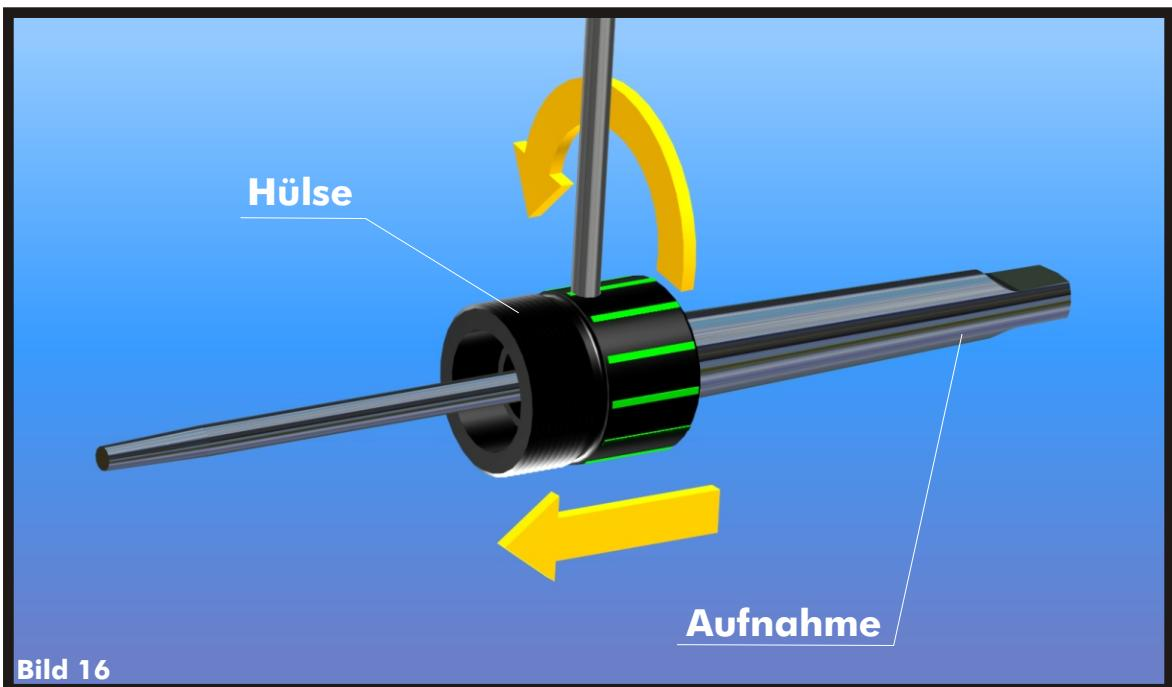

Bild 16
- > **Führen Sie einen Stiftschlüssel o.ä. in die Bohrung der Hülse und drehen Sie diese links herum von der Aufnahme. (Bild 16)**